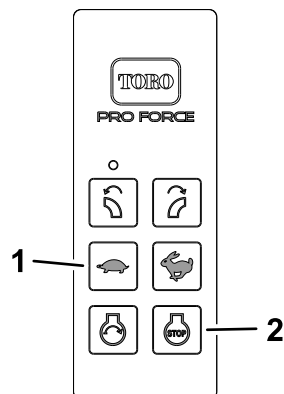

Figura 20
1. Pressione o botão de DIMINUIÇÃO DA VELOCIDADE DO MOTOR (Figura 20) no comando remoto para diminuir a velocidade do motor (cerca de 3/4 do curso).
2. Pressione o botão de PARAGEM DO MOTOR (Figura 20).